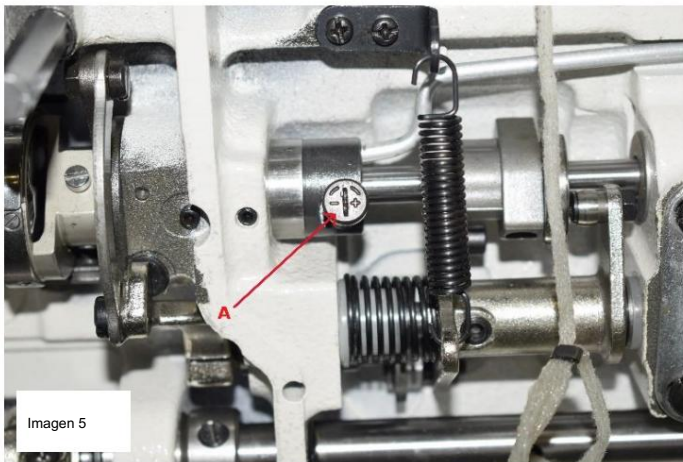

Imagen 5
- La cantidad de lubricación del gancho es regulado por un tornillo (A) en la imagen 5. Al girarlo en sentido positivo, la lubricación aumenta; al girarlo en sentido negativo, la lubricación disminuye. Atención: un exceso de aceite puede dañar la rosca.